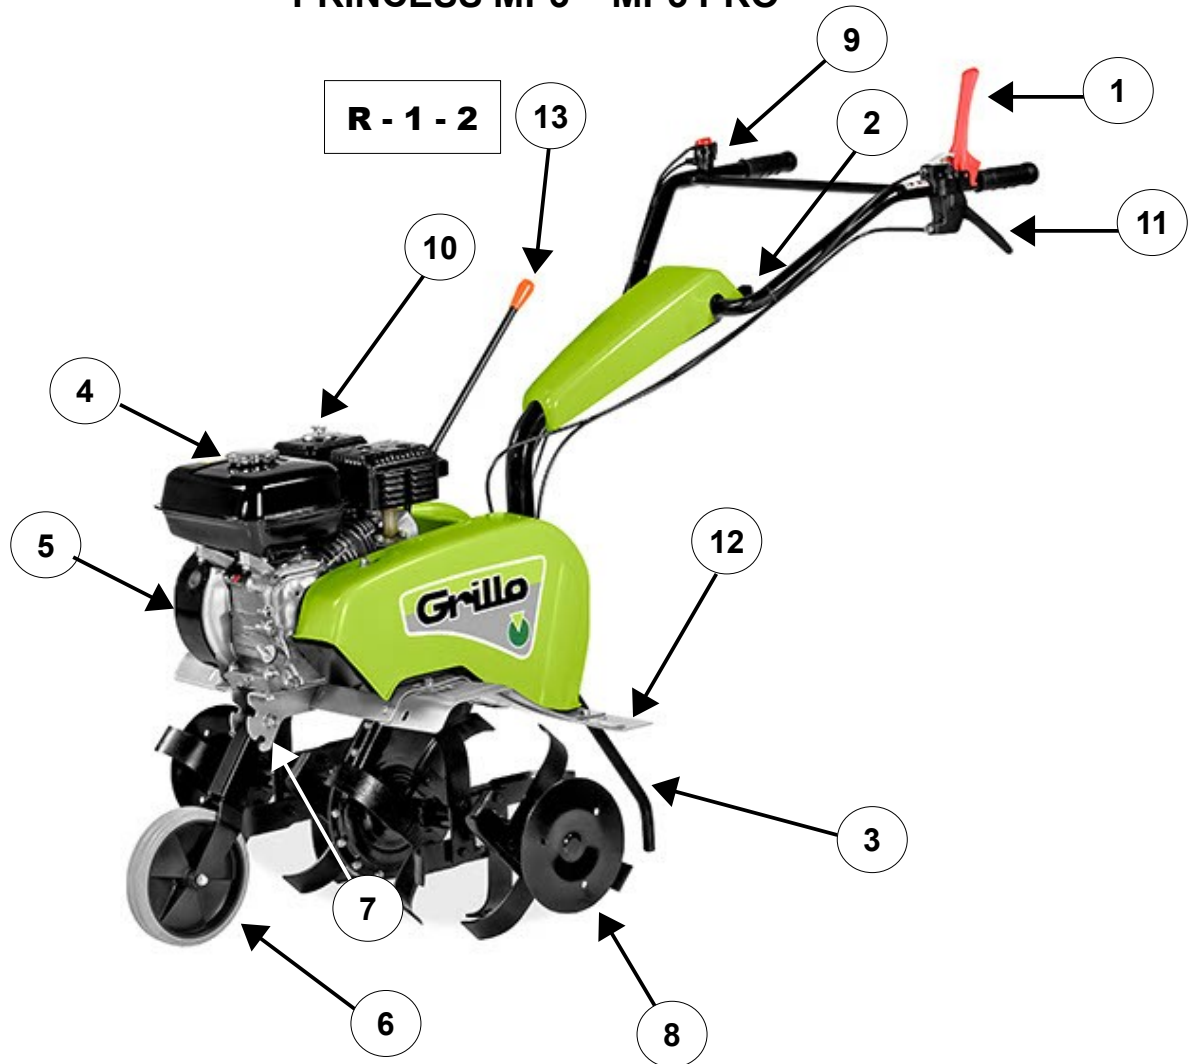

Fig. 3
3. Remove the spur by removing the retainer (fig. 3, no. 3).
3. Den Sporn durch Herausnehmen der Haltevorrichtung abnehmen (Abb. 3, Nr. 3).